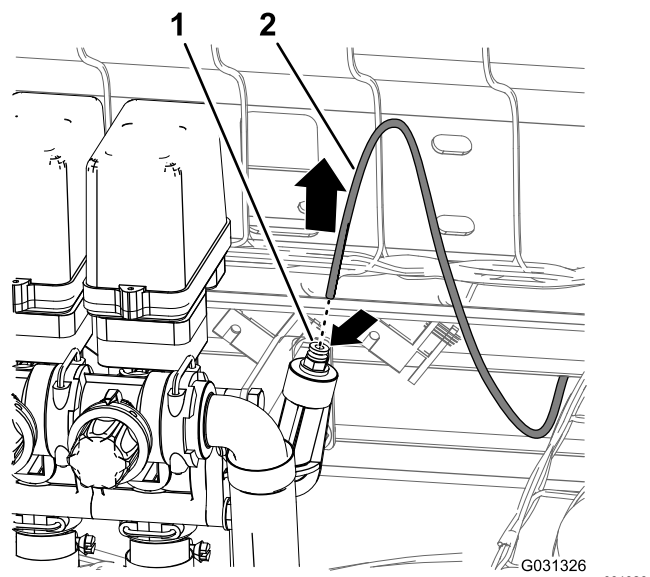

Figura 42
1. Pressione o anel do acoplador do tubo na porta de pressão no lado direito da válvula da seção da rampa direita (Figura 42).
2. Puxe o tubo sensor de pressão do indicador no painel do acoplador do tubo (Figura 42).